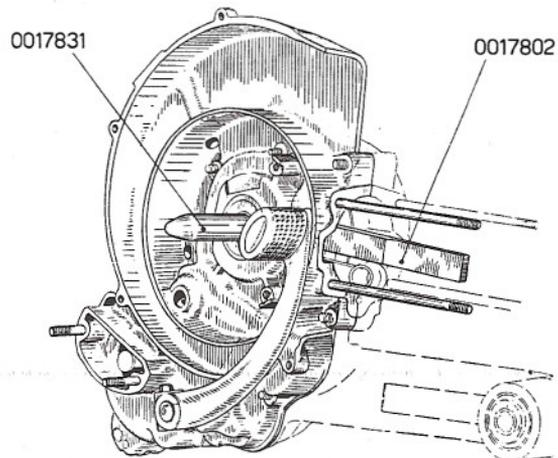

Fig. 12/E - Riaccoppiamento semicaroters
- c) Riscaldare a circa 80° C la sede del cuscinetto sul semicartermo lato volano; quindi, interporre la zeppa 0017802 fra i semialberi (dalla parte opposta al bottone della manovella) e accoppiare i semicartermi. Nell'eseguire ciò ruotare per una certa corsa la leva dell'avviamento, in modo che il settore dentato si innesti coll'ingranaggio della messa in moto. Per ottenere il combaciamento dei semicartermi, agire eventualmente con un mazzuolo di legno sul semicartermo lato volano, (ved. anche fig. 12/E).